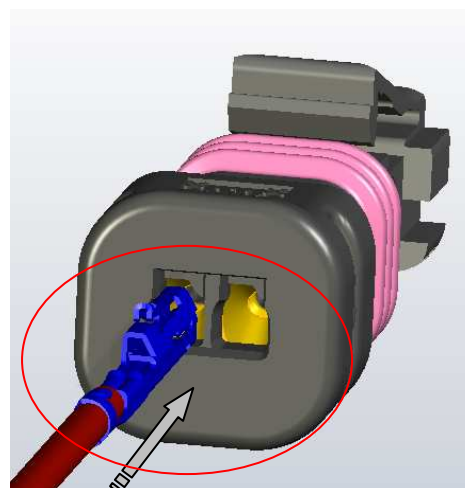

Fig.1
- *WATCH FOR THE CORRECT ORIENTATION OF THE CONTACTS INTO THE HOUSING AT ASSEMBLING. A ADDITIONAL HELPING INDICATOR IS THE LOCKING LANCE WHO SHOWS TO 2nd LOCKING AS SHOWN IN FIG.1 & 2.*
- Beim Bestücken ist auf die richtige Orientierung der Kontakte in das Gehäuse zu achten. Als zusätzliche Hilfe hierzu dient die Rastfeder die zur 2.Kontaktsicherung zeigt, wie in Fig.1 & 2 dargestellt